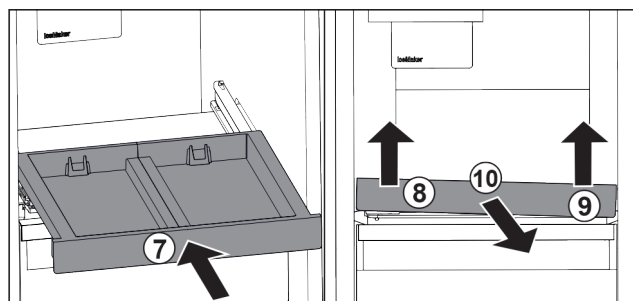

Fig. 120
- ▶ Zasuňte vysouvací přihrádku. Fig. 120 (7)